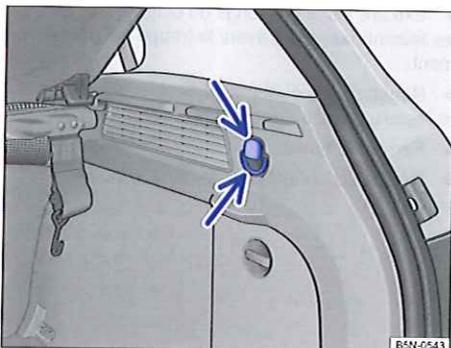

Fig. 100 Dans le coffre à bagages : crochet pour sac
- Appuyez vers le bas pour extraire les crochets pour sac ⇒ fig. 100.
- Appuyez vers le haut pour extraire les œillets pour sac ⇒ fig. 100.